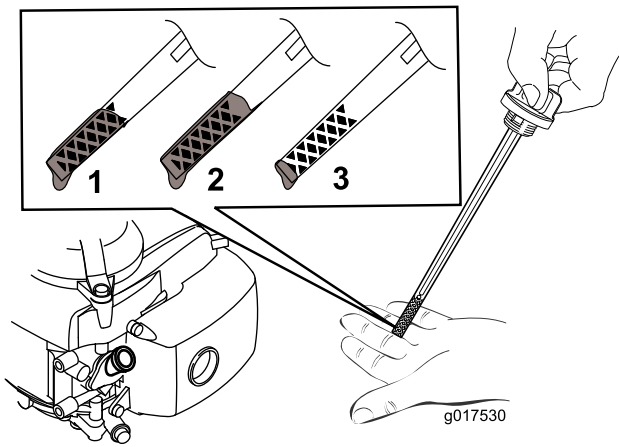

Figura 5
2. Retire la varilla (Figura 5).
Nota: Llene el cárter con aceite hasta que la varilla indique que el nivel del aceite del motor es correcto, según se muestra en Figura 5. Si usted llena demasiado el motor, vacíe el exceso de aceite siguiendo las instrucciones de la sección *Cómo cambiar el aceite del motor*.